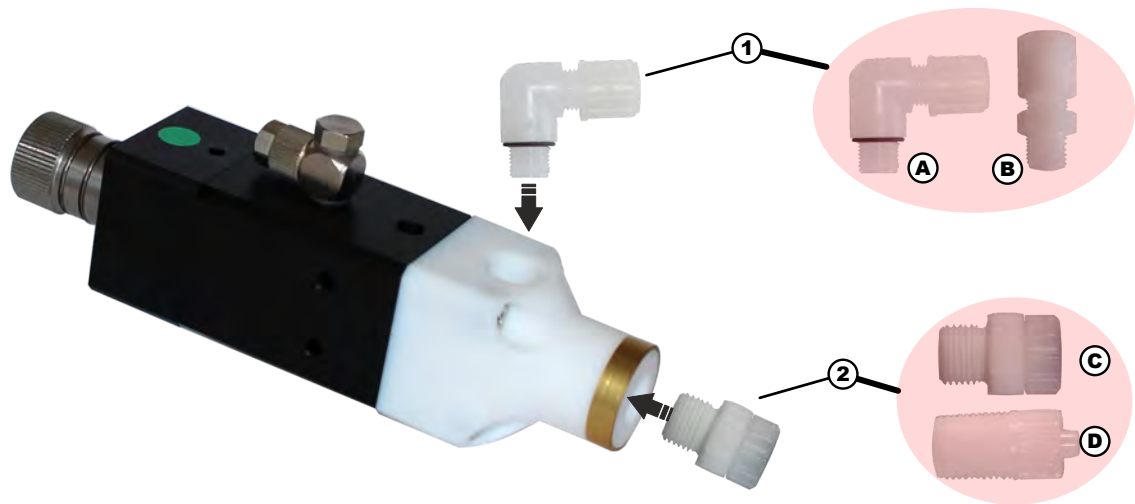

Abb. 2: EPC Dosierventil 295229: Anschlüsse Produkteingang und -ausgang
2. ➤ Winkel-Verschraubung (Abb. 2, Pos. 1/A) aus der Verpackung nehmen.